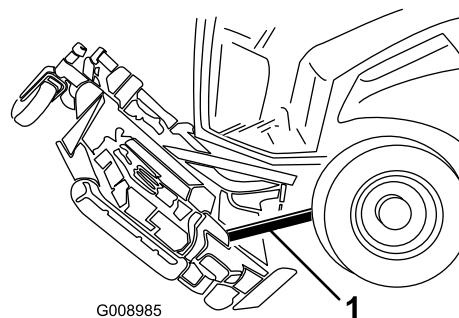

Figure 135
6. Placez une cale en bois entre l'arrière du plateau et la machine (Figure 135).